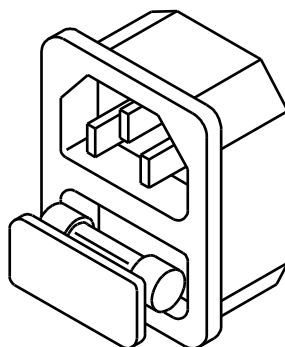

図2-2 AC ラインレセプタクル
2.2.5 ラインヒューズは、ACラインレセクタブルの下にあります(図2-2参照)。電源ケーブルを外し、小さなマイナスドライバを使用してACソケットの下からヒューズホルダを引き出します。表1-2に表記された適合するヒューズと交換してください。ヒューズは普通溶断型です。